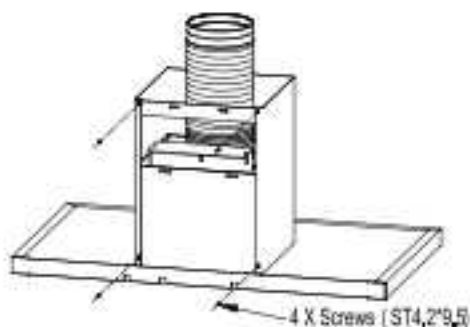

Fig.5
- Fije la tubería extensible y la chimenea principal al cuerpo, conecte la placa de instalación de la chimenea y la chimenea. Mire Fig 5.